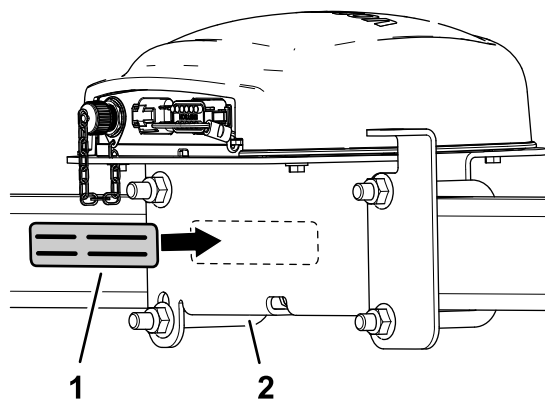

Figura 152
7. Applicate l'etichetta del numero di serie sul supporto del ricevitore (Figura 152).